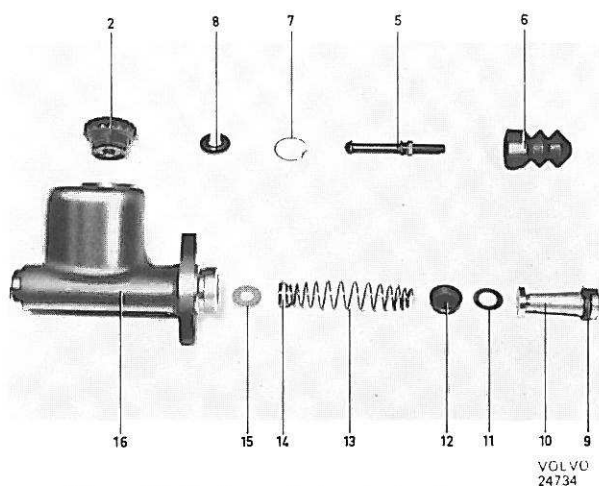
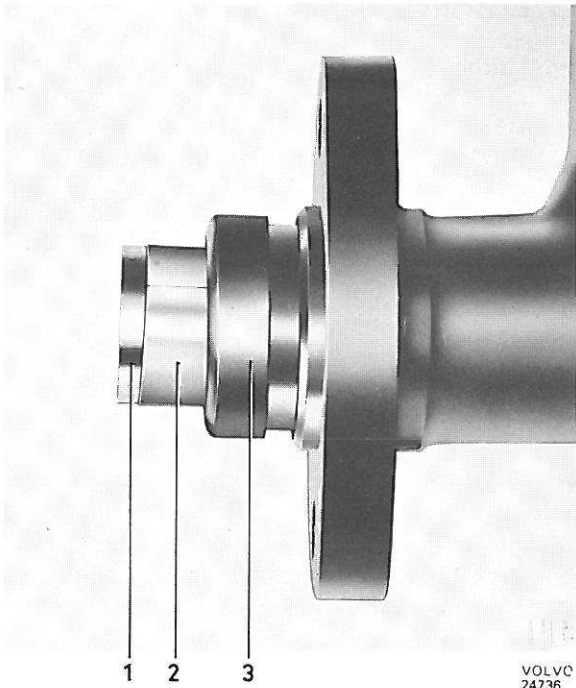

Figure 48. Maître-cylindre, 1 circuit
Figure 49. Montage du piston
2. Retirer le soufflet caoutchouc (6) et démonter le jonc de verrouillage (7), la rondelle (8) et la tige-poussoir (5). Agiter le cylindre pour faire sortir toutes les pièces, voir figure 48.
1. Poser la rondelle (15, figure 48) dans le fond du cylindre.
2. Poser le joint (12) sur le guide du ressort. Plonger le joint dans du liquide de frein et le monter, en même temps que le ressort et la soupape. Poser la rondelle (11) dans le cylindre.
3. Remonter la garniture (9) sur le piston et l'orienter comme indiqué sur la figure. Plonger le piston dans du liquide de frein et le remonter. Veiller à ne pas endommager ou plier la garniture (9). Employer de préférence un tube fait d'une feuille de laiton pour guider la garniture, voir figure 49. Comprimer le ressort et remonter la tige-poussoir (5), la rondelle (8) et le jonc de verrouillage (7).